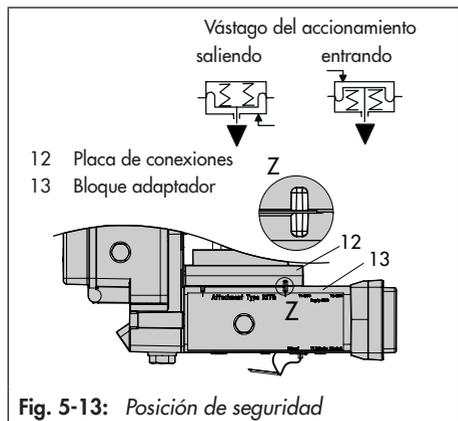

Fig. 5-13: Posición de seguridad
*En lugar de la placa ciega (18) también es posible montar una electroválvula, la posición de montaje de la electroválvula está determinada por la disposición de la placa reversible (17). Alternativamente también se puede montar una placa de restricción, ver ▶ AB 11.*
8. Poner los tornillos (13.1) en el taladro central del bloque adaptador (13).
9. Colocar la placa de conexiones (12) junto con la junta (12.1) en los tornillos (13.1) según la posición de seguridad "vástago saliendo" o "vástago entrando al accionamiento". La posición de segu-
riedad activa es la determinada por la alineación de la ranura del bloque adaptador (13) con la ranura de la placa de conexiones (12) (Fig. 5-13).